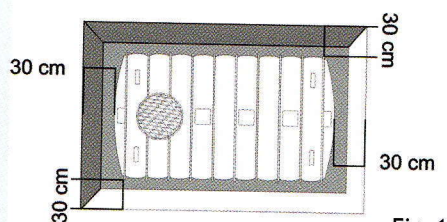

Fig. 1
- Eseguire lo scavo con le dimensioni suggerite in fig. 1.